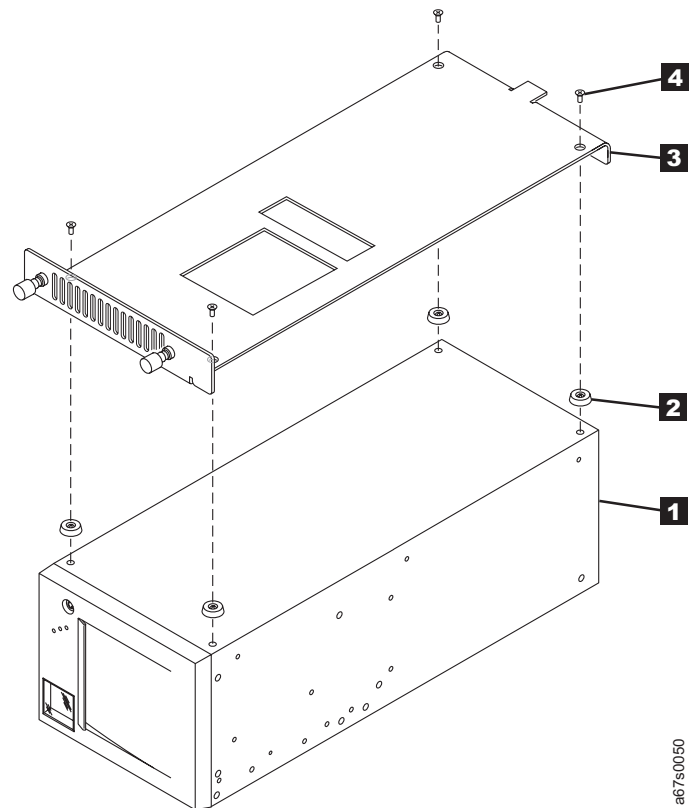

Abbildung 38. Bandkassetten-Autoloader IBM 3581 auf dem Schlitten montieren. Sowohl der Autoloader als auch der Schlitten sind umgedreht (Unterseite nach oben).
6. Legen Sie den Bandkassetten-Autoloader IBM 3581 mit der Unterseite nach oben auf eine flache Arbeitsoberfläche (siehe **1** in Abb. 38). Entfernen Sie mit einem Kreuzschlitzschraubendreher die vier Füße **2** von dem Autoloader und bewahren Sie sie gut auf.